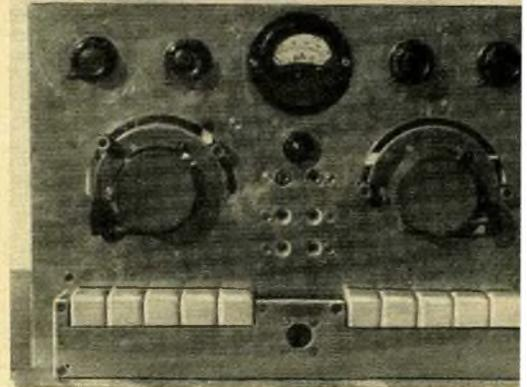
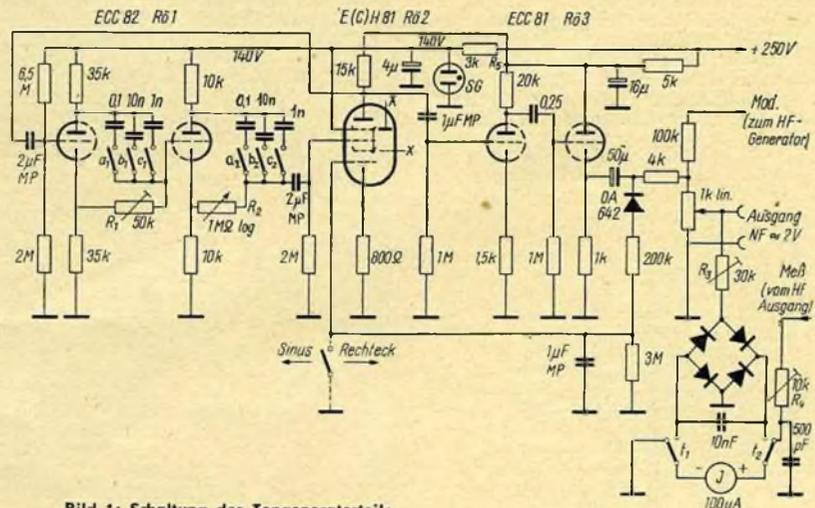

Bild 4
Bild 1: Schaltung des Tongeneratorteils
Werte zu Bild 1
Das im folgenden beschriebene Gerät gehört zu den Bausteinen des bereits im Heft 12/58 des „funkamateu“ abgebildeten Amateur-Meßplatzes. Es ist selbstverständlich wie auch die bisher beschriebenen Geräte dieses Meßplatzes (Röhrevoltmeter in Nr. 1/59 und Tastkopf in 3/59) einzeln verwendbar. Das Gerät besteht aus zwei getrennten Baugruppen, die auch jede für sich einzeln aufgebaut werden können. Beim Mustergerät wurden aus praktischen Gründen (Platzfrage und weil ohnehin meist beide Geräte zugleich benutzt werden) der HF- und der NF-Generator zusammengefaßt und aus gemeinsamem Netzteil versorgt. Zunächst wird der NF-Generator behandelt, dessen Schaltung Bild 1 zeigt. Er ist in der rechten Hälfte des Mustergerätes (Frontansicht Bild 4) untergebracht. Der NF-Generator arbeitet in R-C-Schaltung nach einem abgewandelten Schaltungsvorschlag von K. F. Heine („Funktechnik“ Nr. 18/1956, vgl. dort auch die Berechnungsgrundlagen des Phasenschieberteil). Mit dieser Schaltung lassen sich extrem niedrige Frequenzen erzielen, wobei die Frequenzkonstanz auch über längeren Zeitraum wenig Sorgen bereitet. Besonders angenehm ist, daß das Durchstimmorgan des Generators nach einem normalen 1-MOhm-Regelwiderstand (R 2 in Bild 1) gebildet wird. Es sind hier also im Gegensatz zu den meisten NF-Generatorschaltungen keine Gleichlauforderungen vorhanden. Der Generator umfaßt lückenlos den Frequenzbereich von 10 Hz – 30 000 Hz.
1. Mit Hilfe eines Drehkos kleiner Kapazität, der parallel zum Hauptkondensator geschaltet wird. 2. mit Hilfe der Verkürzung des Drehkos. Die zweite Methode wird am häufigsten angewandt, da sich hierbei die Einsparung der zusätzlichen, variablen Kondensatoren ergibt und außerdem ein nahezu beliebiger Grad der Spreizung erreichen läßt. In den meisten Fällen wird die Spreizung mit Hilfe einer Schaltung nach Bild 1 vorgenommen. Die Berechnung der erforderlichen Elemente der Schaltung wird folgendermaßen vorgenommen: